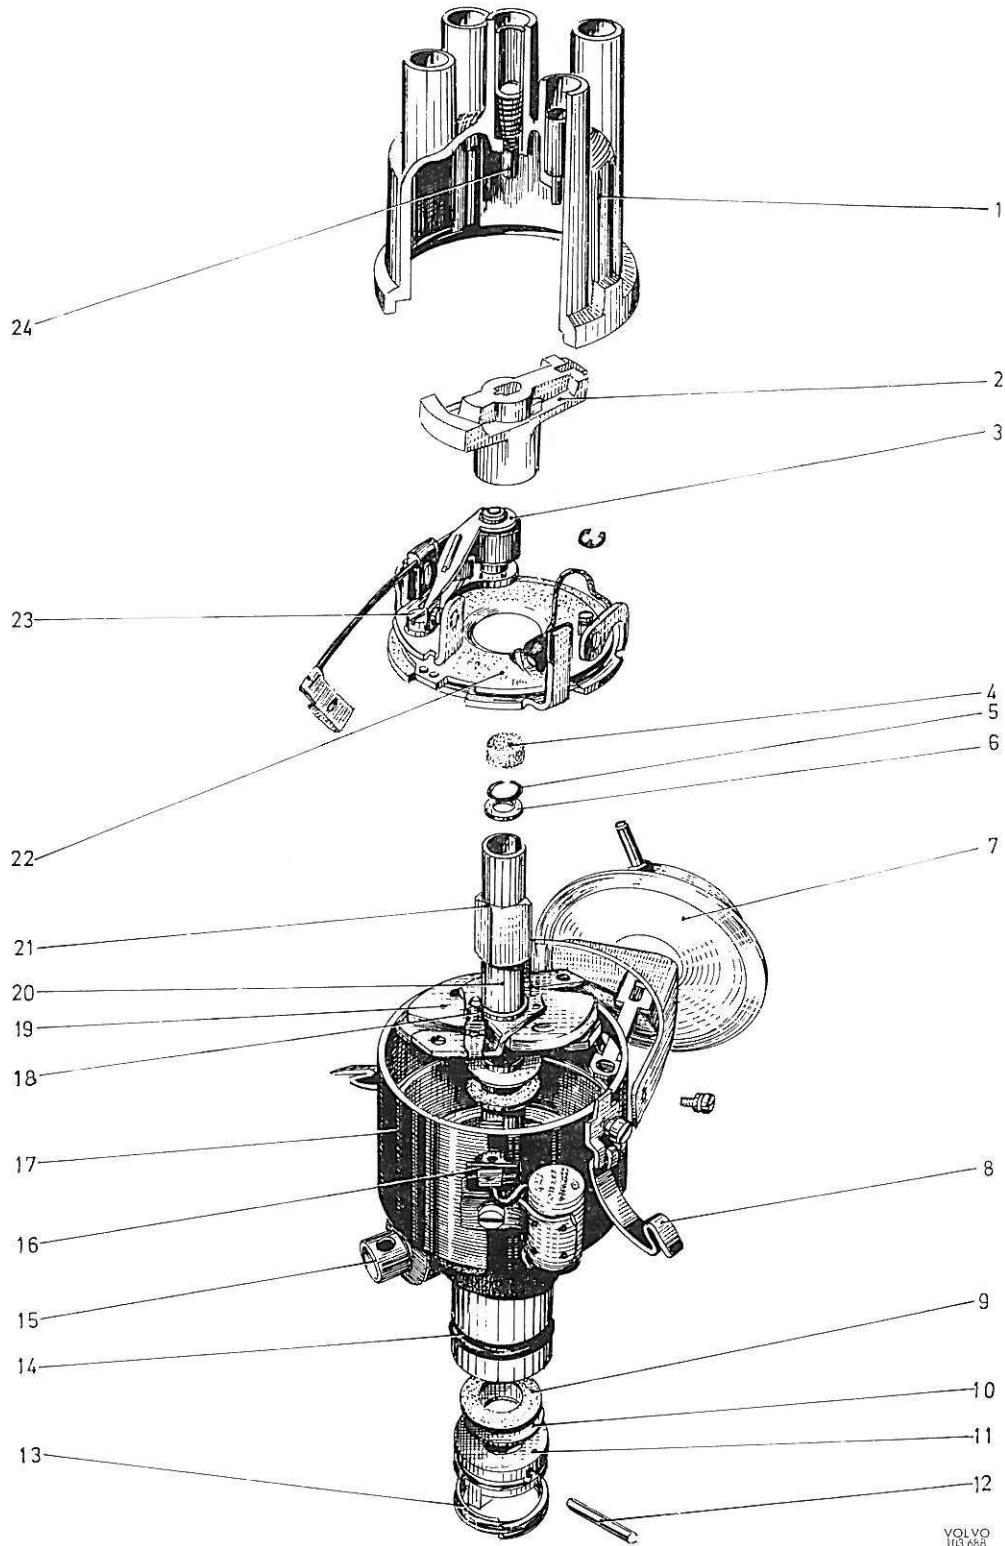

Figure 96. Allumeur B 20 B
3. Décrocher les ressorts du régulateur centrifuge et repérer la position de la came de rupteur par rapport à l'arbre de distributeur. Bien fixer la came de rupteur dans un étau à mordaches en cuivre. Frapper légèrement sur le boîtier d'allumeur avec un maillet en plastique, figure 99, jusqu'à ce que le jonc d'arrêt 5, figure 96, se détache.